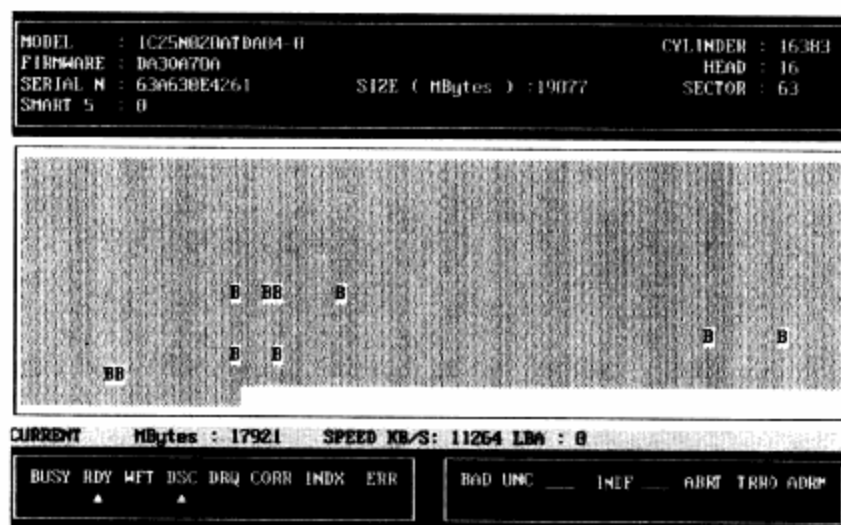

图9-20 硬盘出现的坏道
**步骤 04** 检测模式有CHS模式和LBA模式两种。但是CHS模式只支持容量小于8GB的硬盘，而上面所检测的硬盘容量却大于8GB，所以要选择LBA模式。选中LBA模式后，按Enter键。下面的是从0开始检测的硬盘出现的坏道，如图9-20所示。